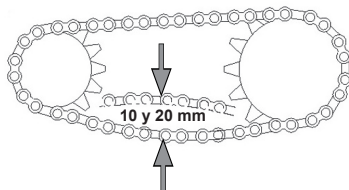

Imagen 33. Holgura de la cadena
2. Mover la cadena con la mano hacia arriba y hacia abajo para revisar que su holgura esté entre 10 y 20 mm. Ver imagen 33.